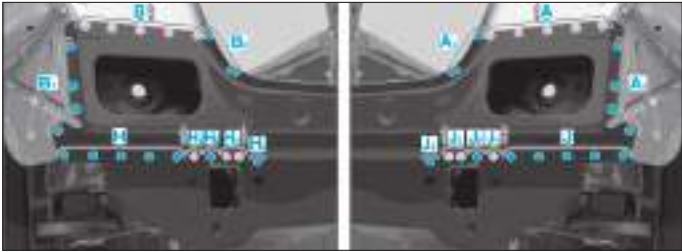

FIG. 119
- Riveter la jupe AR (rivet Polygrip à tête plate, tête ronde de Ø 6,4 x 14 mm) dans les zones (A) et (B) (Fig.119).